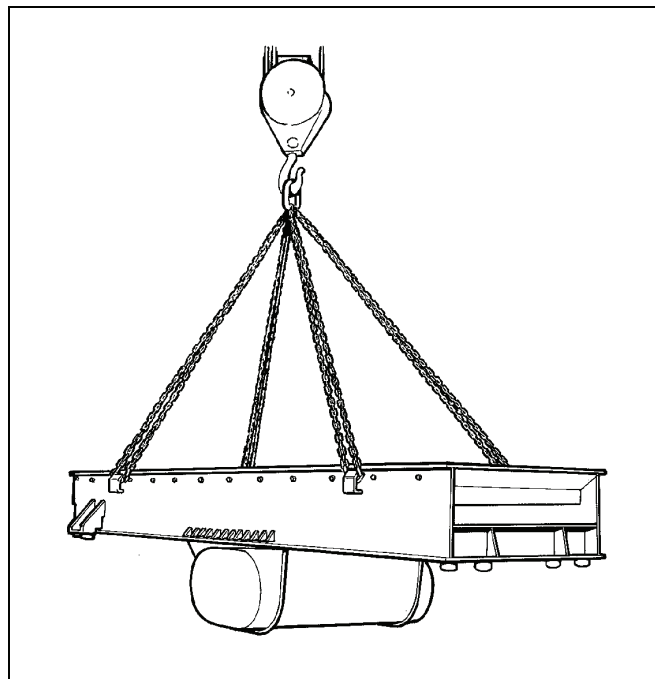

Figura 7-3. Elevando o Alimentador
5. Instale um equipamento de elevação apropriado nos ressalto de levantamento do alimentador (consulte a Figura 7-3).
2. Monte um equipamento de suspensão apropriado nos ressalto de levantamento da estrutura do alimentador. Consulte a Figura 7-3.